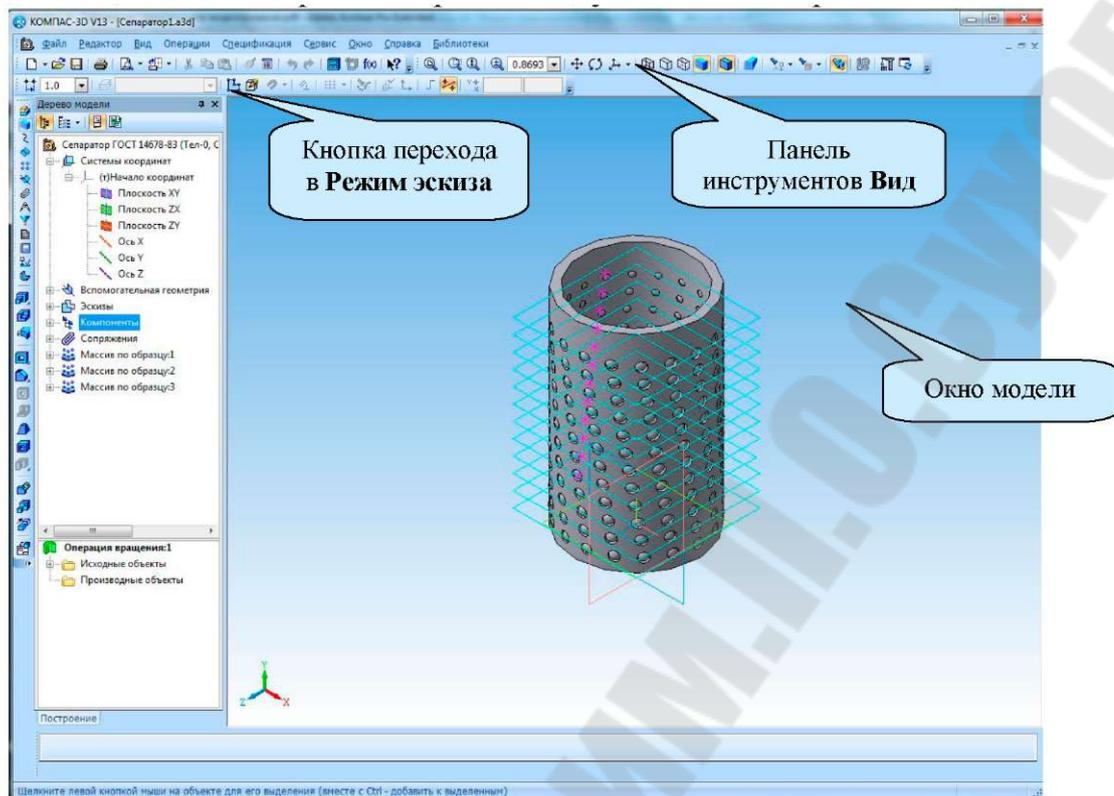

Рисунок 1 - Элементы интерфейса модуля 3D-моделирования КОМПАС-3D
- **Дерево модели** (рисунок 1) - графическое представление набора объектов, составляющих модель. Корневой объект **Дерева** - сама модель (деталь или сборка). Пиктограммы объектов модели автоматически возникают в **Дереве модели** сразу после фиксации этих объектов в модели.
Режим эскиза (рисунок 1) - специальный режим работы с трехмерной моделью КОМПАС-3D. Переход в этот режим выполняется при создании нового или редактировании существующего эскиза с помощью кнопки панели инструментов **Текущее состояние**.